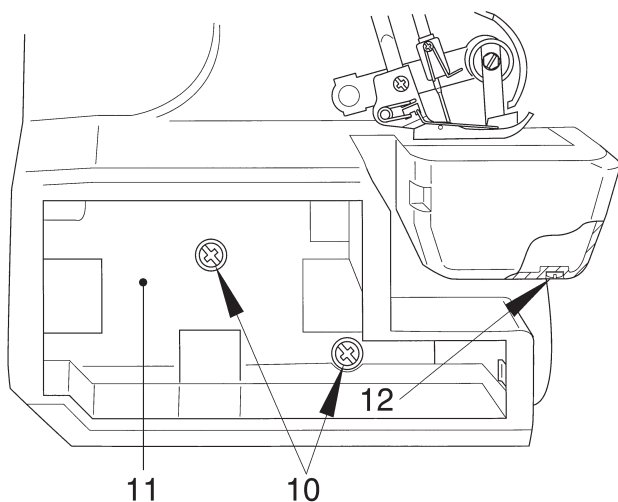

Рис. 11
- Выверните оба крепежных винта 10 крышки 11 (рис. 11).